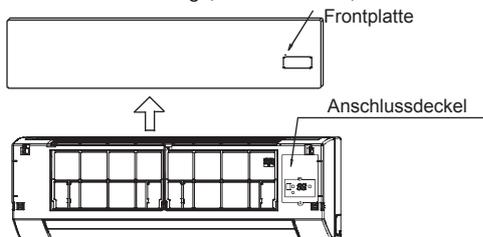

Abb. 7-1
- Entfernen Sie zuerst die Frontplatte und danach die Anschlussabdeckung (siehe Abb. 7-1).